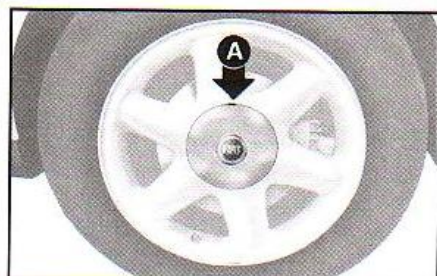

fig. 4a
Com roda de liga leve, retirar a calota de cobertura dos parafusos (para algumas versões), com o auxílio de uma chave de fenda, inserida no recorte **A-fig. 4a** e desapertar os parafusos, também cerca de uma volta.
14) Recolocar a calota de cobertura dos parafusos da roda de liga leve **A-fig. 4a**. Cuidar para que, ao pressioná-la, o seu ressalto lateral (face interna) se encaixe perfeitamente no rebaixo da roda.